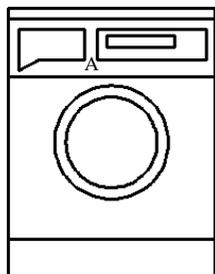
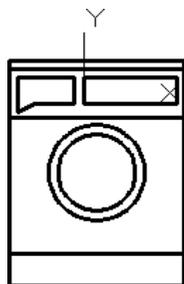

图 17.6.14 绘制矩形
图 17.6.15 定义用户坐标系
(1) 定义用户坐标系 (UCS)。在命令行中输入命令 UCS 后按 Enter 键, 输入字母 N 后按 Enter 键, 捕捉图 17.6.14 所示的交点 A 并单击, 此时用户坐标系便移至指定位置, 如图 17.6.15 所示。
(2) 选择下拉菜单 **绘图(D)** → **矩形(R)** 命令, 在命令行的提示下输入“45,60”后按 Enter 键, 在命令行中输入 D 后按 Enter 键, 输入矩形的长度为 330, 宽度为 60, 在屏幕上相应的位置单击以确定矩形另一个角点, 完成矩形的绘制。